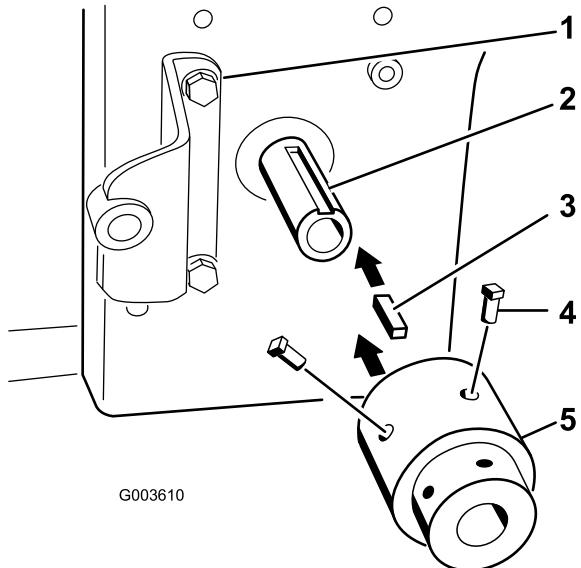

Figura 19
6. Inserite la chiave quadra (1/4 x 1 poll.) nell'intaglio dell'albero della presa di forza del motore (Figura 19).
7. Allineate il gruppo mozzo alla chiavetta quadrata e montatelo sull'albero della PDF (presa di forza) del motore (Figura 19).
8. Applicate Loctite® blu alle 2 viti di fermo (5/16 x 3/4 poll.) e avvitatele nel gruppo mozzo per fissarlo all'albero della presa di forza (Figura 19).